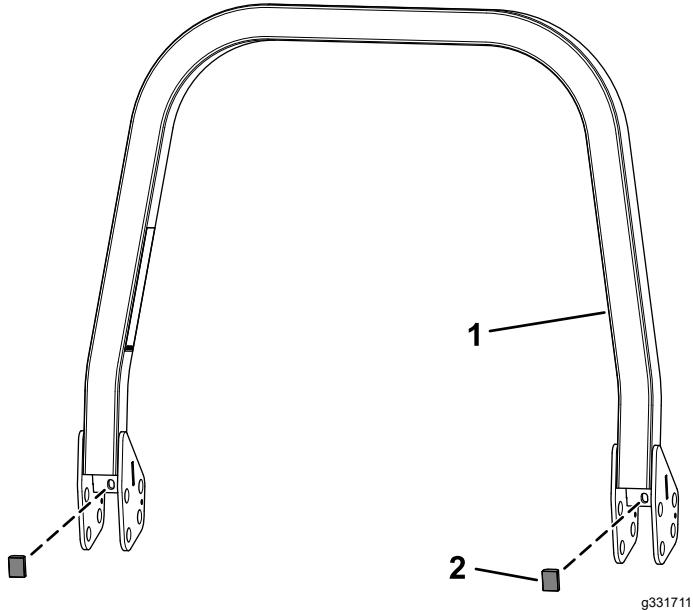

**Figura 1**
1. Instale sem apertar os conjuntos das barras de segurança inferiores no cortador utilizando dois parafusos de cabeça flangeada (⁵/₈ pol. x 3½ pol.) e duas porcas de bloqueio (⁵/₈ pol.) em cada lado (Figura 1).